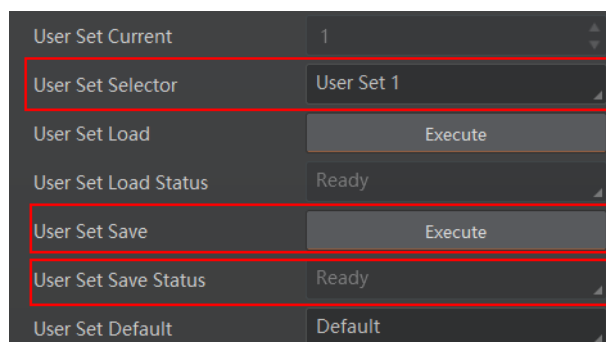

图8-15 保存参数设置
- 保存参数：修改参数后，通过 *User Set Selector* 参数下拉选择其中一套 *User Set* 参数，点击 *User Set Save* 处的“Execute”，即可将参数保存到用户参数中，如图 8-15 所示。